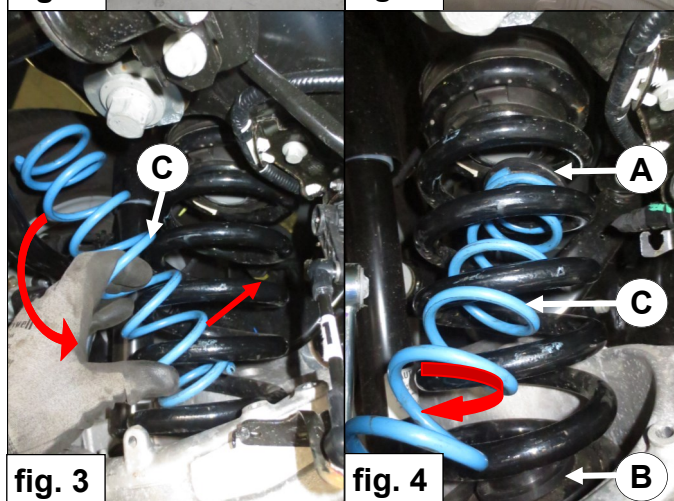

fig. 4
4. Stelle Federteller A auf der Oberseite des Hilfsfeder C und zentrieren Sie es auf der oberen Federteller. Siehe Fig. 4 & 5.
4. Placez la coupelle A sur le ressort auxiliaire C et le centrer sur le ressort en caoutchouc haut. Voir fig. 4 & 5.
4. Istället fjädersäte A på den övre sidan av den ytterligare fjädern C och centrera den i den övre gummi fjädern. Se fig. 4 & 5.